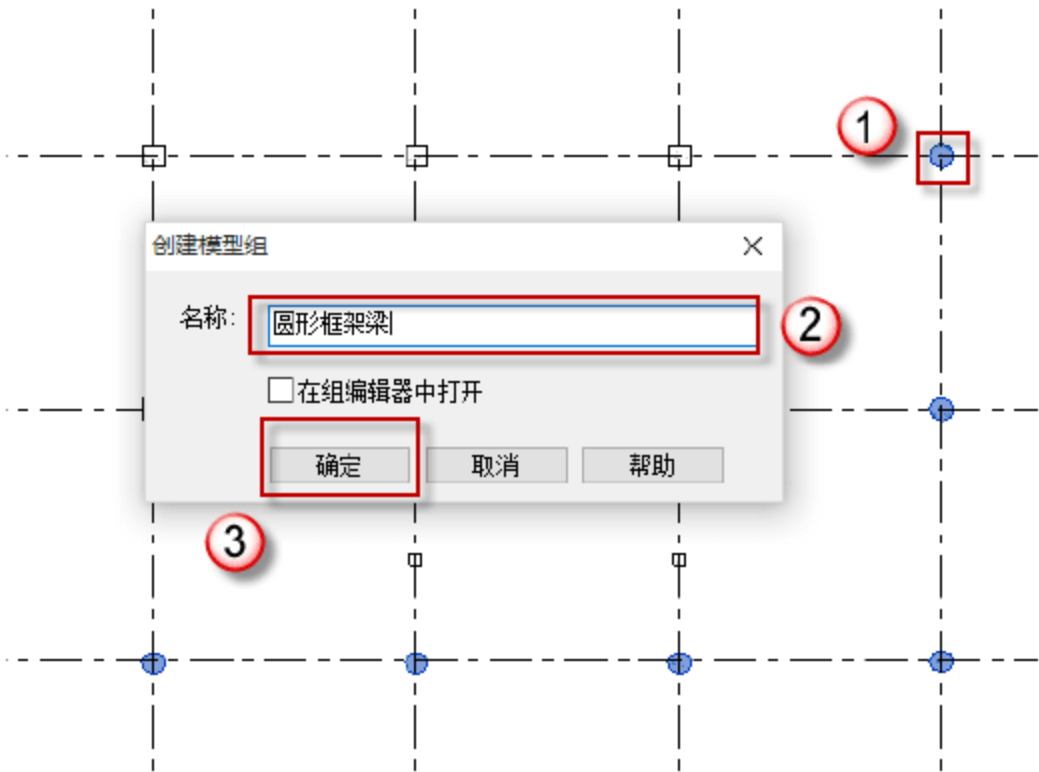

图 4.1.36 将圆形框架梁建组
(11) 将混凝土圆形框架梁成组，配合 Ctrl 键，将所有的混凝土圆形框架柱选中，按快捷键 G+P，命名组的名称，如图 4.1.36 所示。